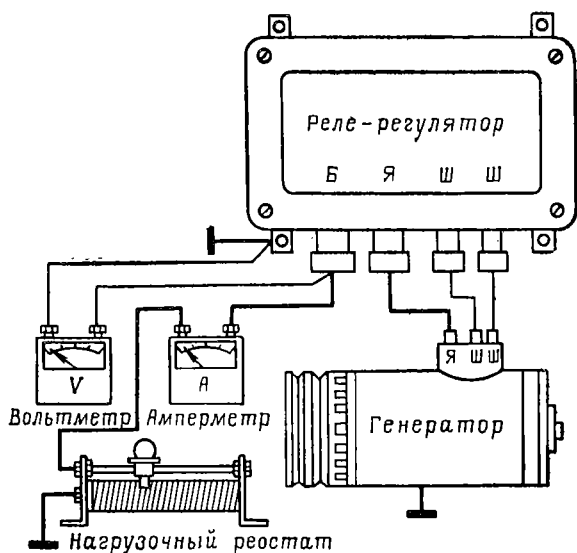

Рис. 74. Схема проверки регулятора напряжения и ограничителя тока
2. Отсоединить провод от зажима *Б* (рис. 74) реле-регулятора и включить между концом этого провода и зажимом *Б* контрольный амперметр и нагрузочный реостат.